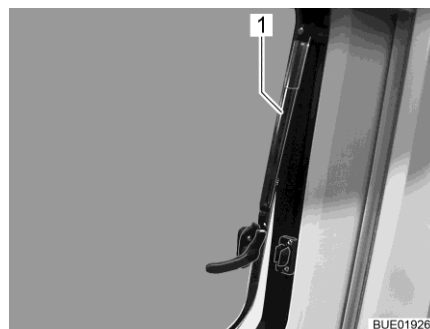

Fig. 22 Finestra apribile con deflettori automatici, aperta
- Aprire la finestra apribile fino alla posizione desiderata. Fissare la finestra apribile facendo innestare autonomamente il deflettore automatico (Fig. 22,1).